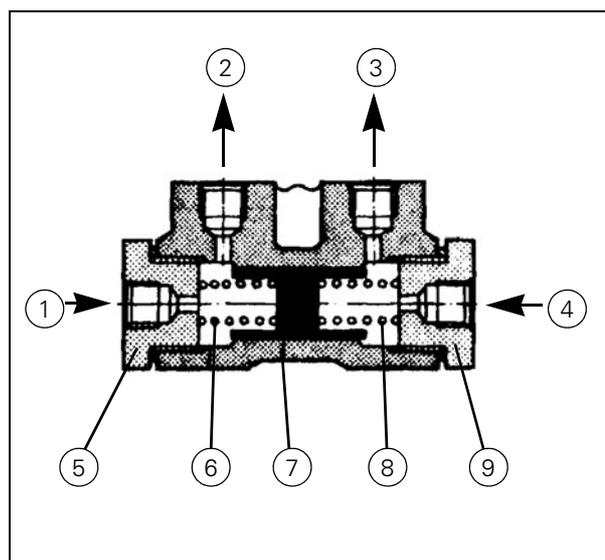

Рисунок 71
**ВАЖНОЕ ЗАМЕЧАНИЕ:** При демонтаже главного цилиндра (D) убедитесь, что стопорное кольцо (7) установлено, как показано на (Рис. 71). Если оно установлено неправильно, сброс давления тормозной жидкости невозможен.